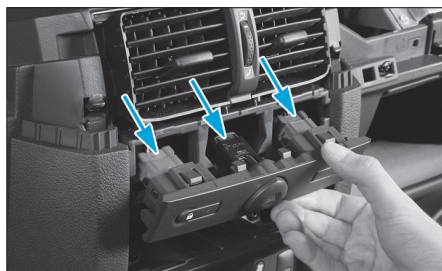

Fig. 39
- Dégrafer le support d'interrupteurs (feux de détresse, verrouillage centralisé et dégivrage de la lunette arrière) et débrancher les connecteurs (Fig.39).